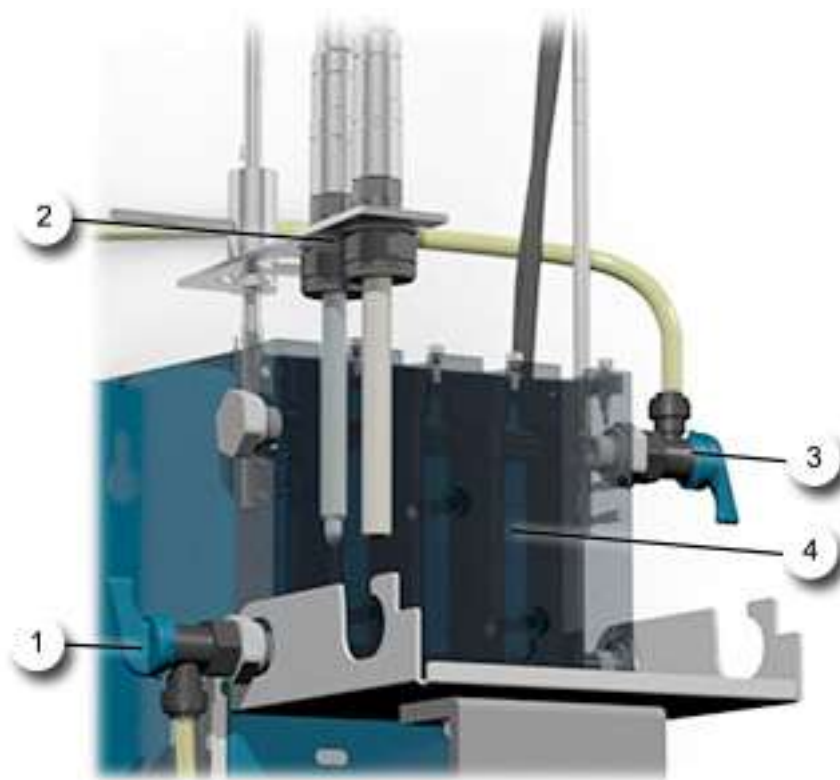

Abbildung 19: Geräteübersicht AquaMaster mit AquaScat WTM
2.	Alle Sensoren aus dem Messzellenblock entfernen und in der Verriegelung positionieren (Abbildung 19, Position 2). i pH-Sonde und Leitfähigkeits-Sensor in Gefäss mit Wasser tauchen, damit diese vor dem Austrocknen geschützt sind. Dafür kein destilliertes Wasser sondern sauberes Leitungswasser verwenden.
3.	Schlauch bei Einlaufregulierhahn (Abbildung 19, Position 1) vom Messzellenblock entfernen, Einlaufregulierhahn öffnen und Messzellenblock in ein Gefäss leerlaufen lassen.
4.	Messzellenblock (Abbildung 19, Position 4) mit Flaschenputzer reinigen.
5.	Einlaufschlauch (Abbildung 19, Position 1) wieder einstecken.